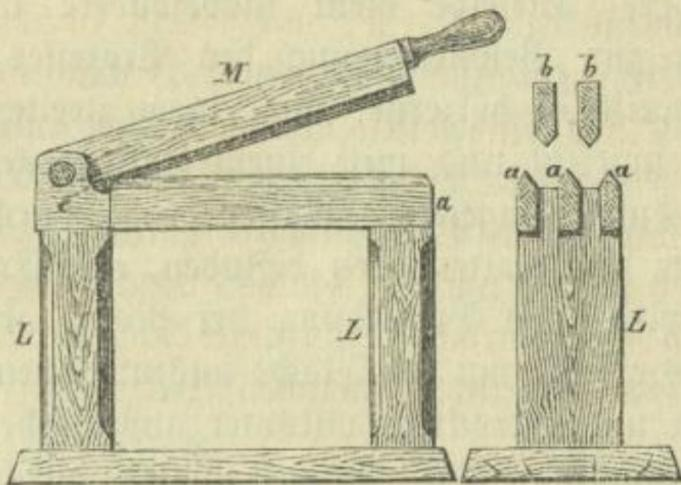

Fig. 5.
B. Das Brechen. Geschieht dies mit der Hand, so dient hiezu die sogenannte Brecke, Handbreche, welche, wie aus Fig. 5 ersichtlich, der Hauptsache nach aus dem durch die hölzernen Messer *a*